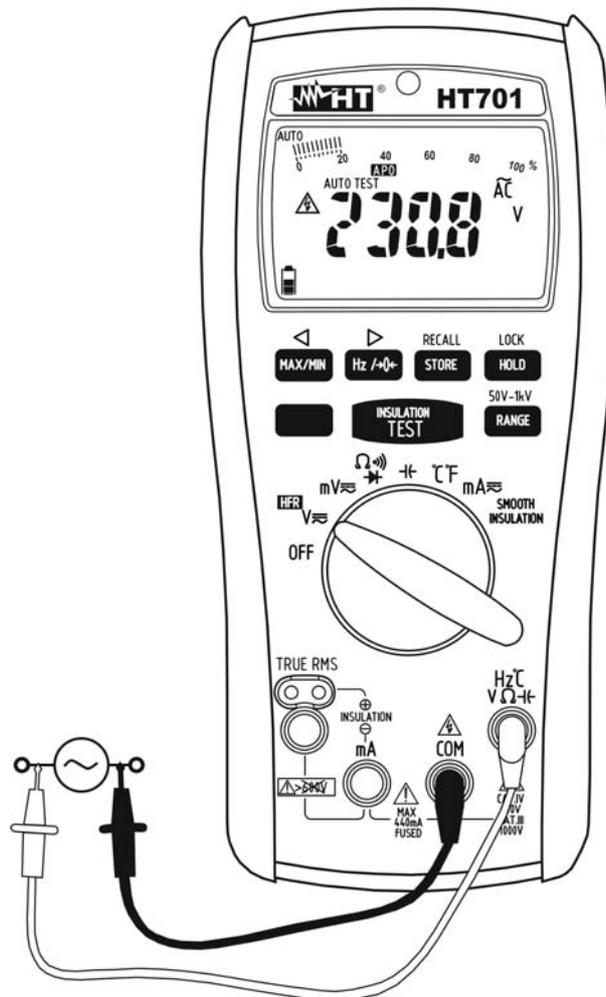

Fig. 3: Uso del instrumento para medida de Tensión CA
4. Inserte el cable rojo en el terminal de entrada $Hz^{\circ}CV\Omega Hz$ y el cable negro en el terminal de entrada **COM** (vea Fig. 3)